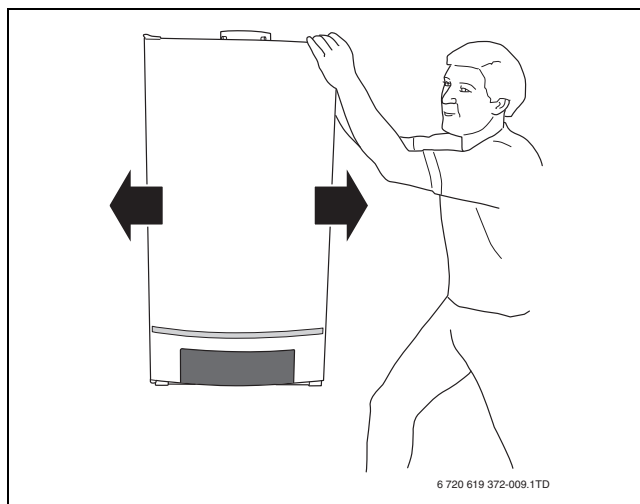

Bild 15 Gerät schieben
- ▶ Gerät in korrekter Position schieben (→ Bild 15).